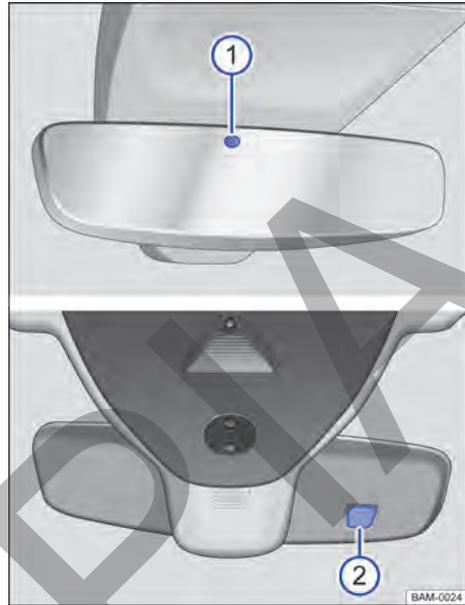

Fig. 75 En el parabrisas: retrovisor interior antideslumbrante automático.
Con el encendido conectado, los sensores miden la incidencia de la luz por detrás → fig. 75 ① y por delante ②.